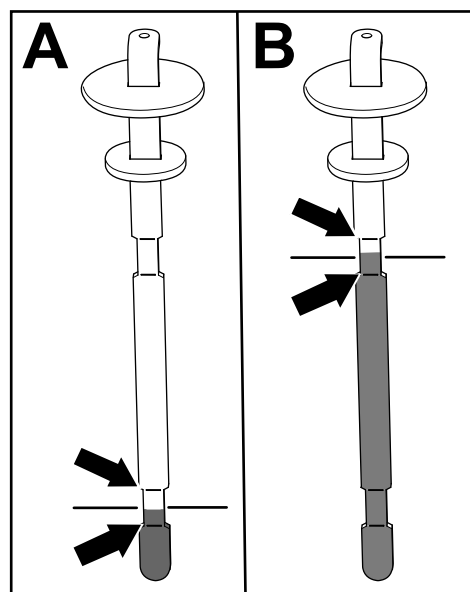

Figura 84
5. Rimuovete l'asta di livello e verificate il livello del fluido (Figura 84).
- **Se montate un apparato di taglio:** il livello del fluido idraulico è corretto quando il fluido è compreso tra le 2 tacche di livello inferiori dell'asta (A nella Figura 84). Il livello del fluido è accettabile anche quando è più alto delle tacche inferiori.
- **Se montate il kit flessibile dell'attrezzo ad azionamento idraulico:** il livello del fluido idraulico è corretto quando il fluido è compreso tra le 2 tacche di livello superiori dell'asta (B in Figura 84).